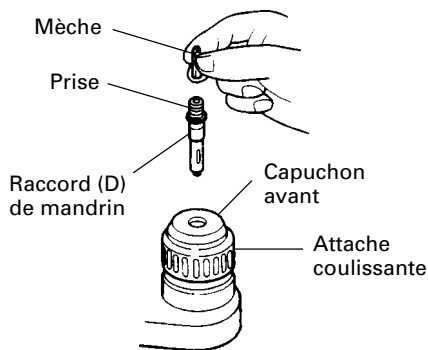

Fig. 10
4. Lors du vissage des vis machine (Fig. 10)
5. Enfoncement de vis à bois (Fig. 10)